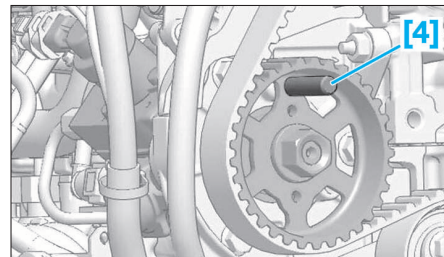

FIG. 5
- Piger la poulie de pompe haute pression à l'aide de l'outil [4] (Fig.5).